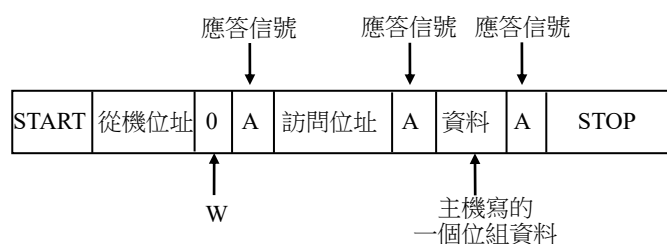

Figure 16-7 主機向從機寫数据
如 Figure 16-7 所示，主機要向從機寫 1 個位組数据時，主機首先產生 START 信號，然後緊跟著發送一個從機位址，這個位址共有 7 位，緊接著的第 8 位是数据方向位 (R/W)，0 表示主機發送数据（寫），1 表示主機接收数据（讀），這時候主機等待從機的應答信號 (A)，當主機收到應答信號時，發送要訪問的位址，繼續等待從機的應答信號，當主機收到應答信號時，發送 1 個位組的数据，繼續等待從機的應答信號，當主機收到應答信號時，產生停止信號，結束傳送過程。